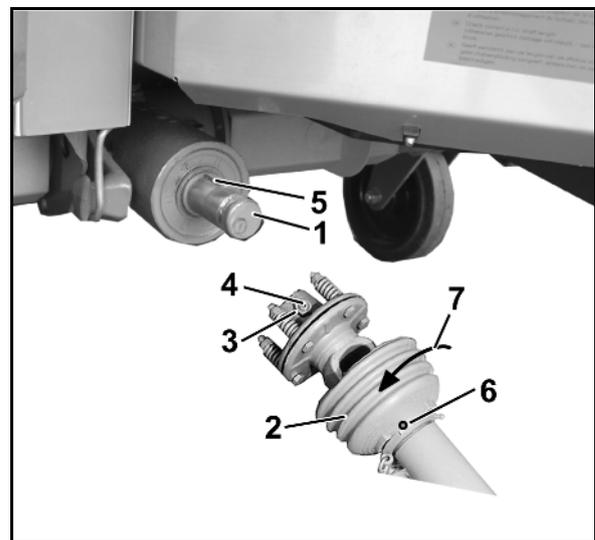

Fig. 38
2. Nettoyez l'arbre d'entrée (Fig. 38/1).
5. Faites pivoter le bol de protection (Fig. 38/2) en position de montage (Fig. 38/7).
7. Desserrez le contre-écrou (Fig. 38/3) à l'intérieur de la mâchoire d'accouplement du limiteur à friction (jusqu'à ce que le goujon fileté ne dépasse plus hors du contre-écrou), dévissez le goujon fileté à six pans creux (Fig. 38/4) et vérifiez si la mâchoire d'accouplement se retire aisément de l'arbre de boîtier.
9. Assurez-vous que l'arbre à cardan ne puisse pas se déplacer axialement. Pour cela, serrez à fond le goujon fileté six pans creux à l'aide d'une clef pour vis six pans creux et bloquez l'ensemble à l'aide du contre-écrou (Fig. 38/3).
2. Desserrez le contre-écrou (Fig. 38/3) à l'intérieur de la mâchoire d'accouplement du limiteur de couple à friction. Dévissez le goujon fileté (Fig. 38/4).